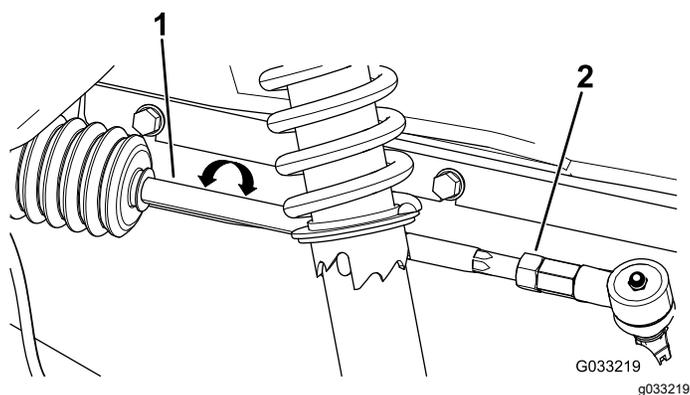

图 55
2. 如果测量值超出 06mm 应松开横拉杆外端的锁紧螺母图 55。